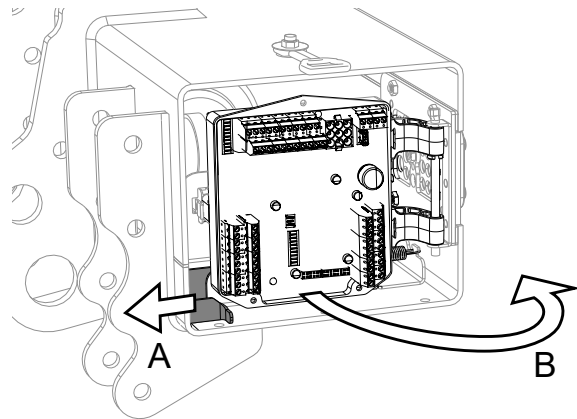
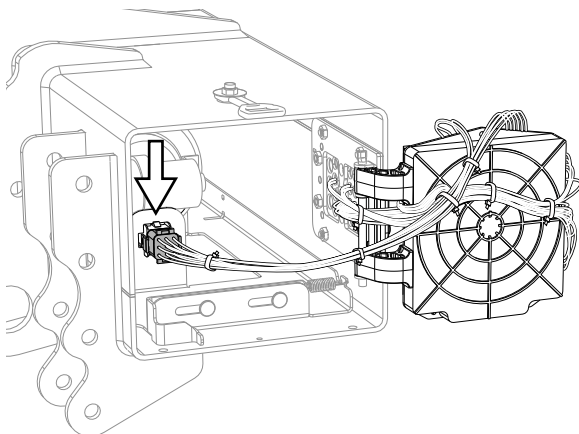

Bild 17. Frigöringsreglage styrkort
Bild 18. Anslutningskontakt
3. Vik ut styrkortet (B) och lossa kablaget vid kontakten på hydraulaggregatet, se Bild 17 och Bild 18.